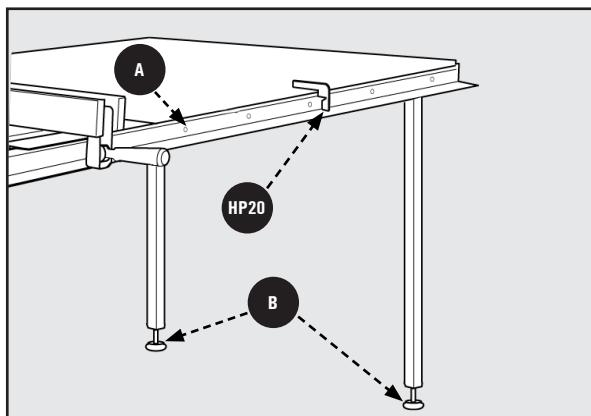

Figura 13
- Taladre agujeros de 1/4 de pulgada a través de los agujeros del carril **A** en la mesa de madera en los carriles delanteros y traseros. Vea la Figura 13.